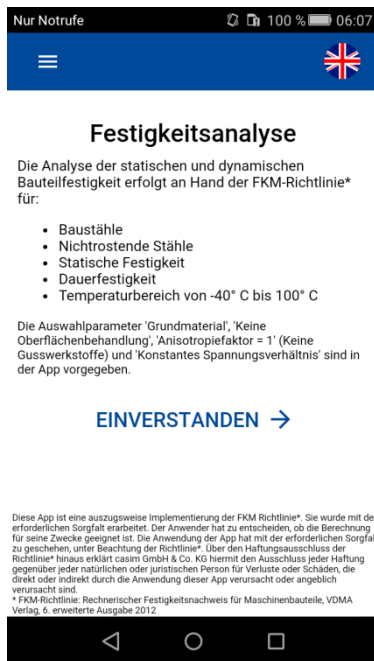
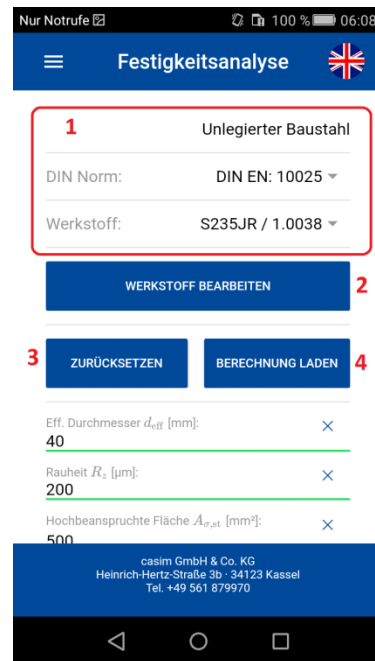

Bild 1
Bild 2
Beim Öffnen der Festigkeitsanalyse erscheint zunächst eine Seite mit Informationen, für welche Fälle diese geeignet ist (Bild 1). Nach einem Tap auf „Einverstanden“ wird man zu der Festigkeitsanalyse weitergeleitet (Bild 2). Im oberen Bereich (1) kann ein Werkstoff ausgewählt werden. Es stehen zwei DIN Normen mit jeweils zwei Werkstoffen zur Verfügung (Bilder 3, 4 und 5).